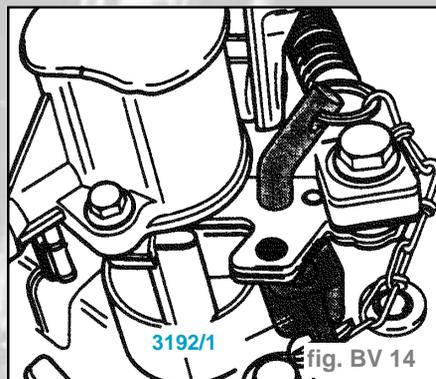

fig. BV 14
- Basculer le crochet de fixation du calibre sous la plaque-palier et serrer l'écrou (D).
- Pousser le levier de vitesses avec le coulisseau vers la gauche jusqu'en butée (sens de la flèche) et serrer le coulisseau à l'aide du boulon (E).
- Serrer le boulon (C).
- Glisser la clavette sans jeu entre le levier de vitesses et le couvercle de commande des vitesses (fig. BV 14).